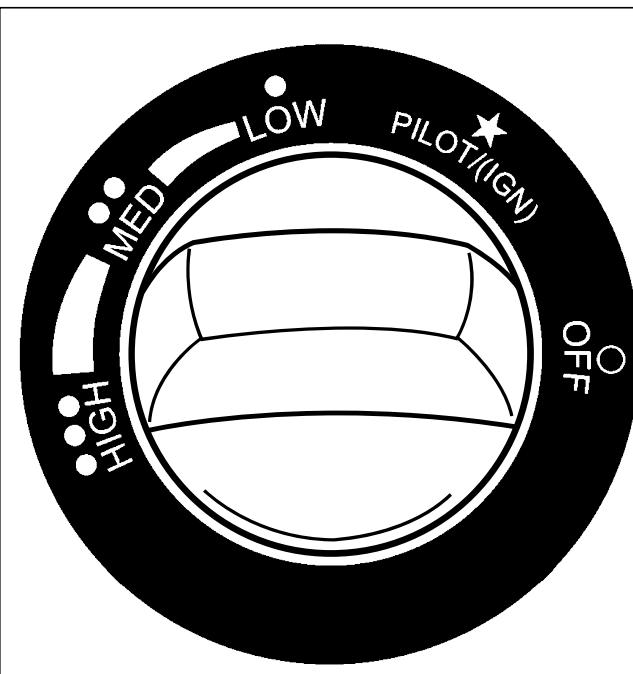

Figura 1
4. Presione y gire la perilla de control en sentido contrario a las agujas del reloj hasta la posición "PILOT" y manténgala presionada durante 15 segundos. Con la perilla de control presionada, gírela hasta la posición "OFF" y nuevamente hasta la posición "PILOT" para generar una chispa en el encendedor. (De ser necesario, repita esta operación hasta que se encienda el piloto). Siga presionando la perilla de control en la posición "PILOT" por 30 segundos (ver figura 1).